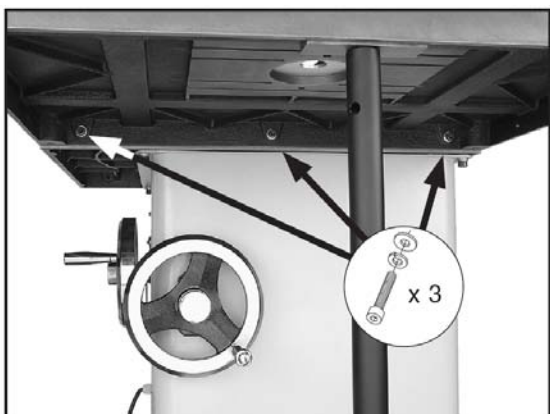

Рис. 5: Фрезерный стол прикреплен к столу станка.
6. Воспользуйтесь помощью еще одного человека, чтобы удерживать фрезерный стол, выровняйте установочные отверстия на обоих столах и скрепите их тремя винтами M8-1.25 x 30 мм, тремя контршайбами 8 мм и плоскими шайбами 8 мм, как показано на рис. 5.